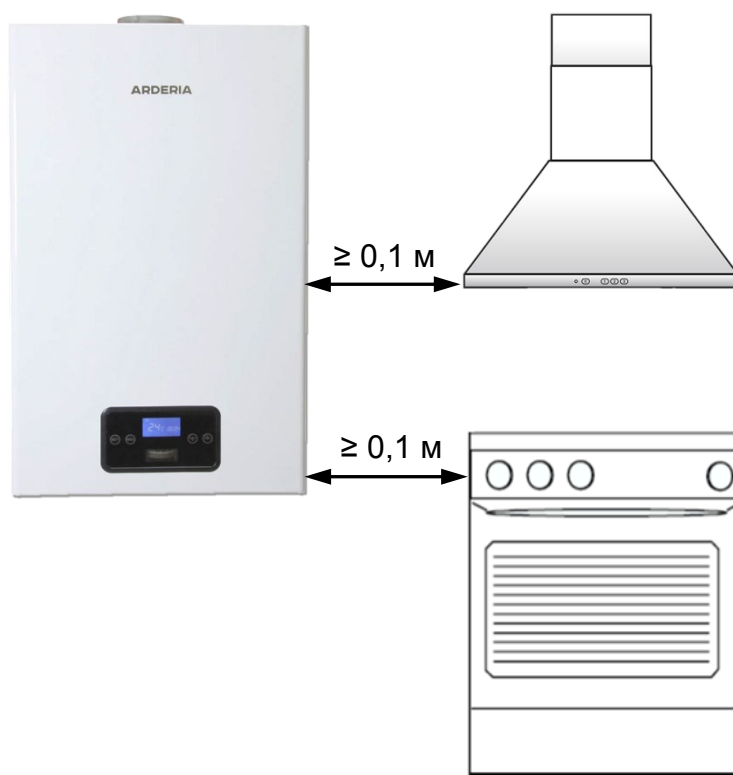

Рис. 9
- Расстояние по горизонтали в свету от выступающих частей котла до бытовой плиты и другого кухонного оборудования различного назначения следует принимать не менее 10 см. (См. Рис. 9).